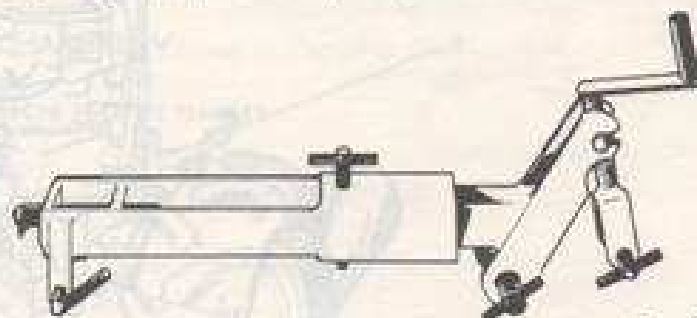

Fig. 10
- Un attelage avec vis de réglage de profondeur (fig. 10) complément du premier permettant la fixation d'une gamme très étendue d'outils :
L'équipement du 2005 S pour labourer ou brabant ou à la charrue est le suivant (voir fig. 10 bis page 12)
fig 10 bis